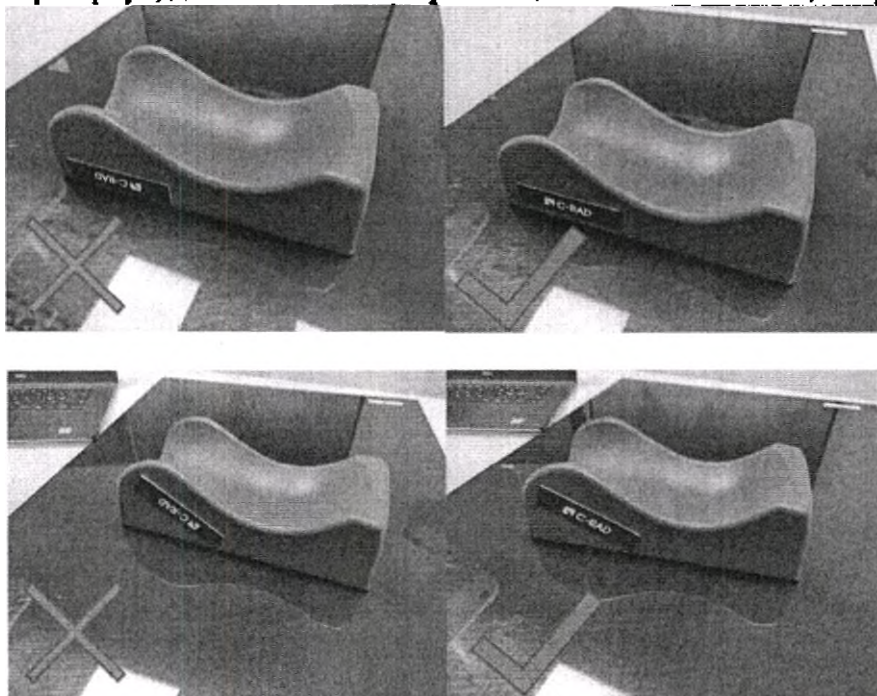

Рисунок 3. Пример плохо прикрепленных меток и правильно прикрепленных меток.
- При размещении в приблизительно вертикальной ориентации убедитесь, что текст «C-RAD» не перевернут, для оптимальной ориентации метки и антенны, см. рисунок 3.